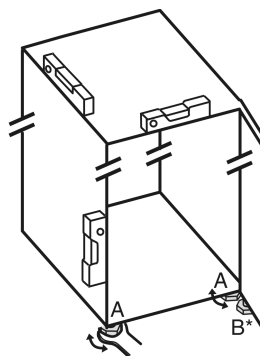

Fig. 4
- ▶ Extrageți prin rotire picioarele reglabile Fig. 4 (A) cu cheia fixă atașată și cu ajutorul unei nivele cu apă, până când aparatul este fix și aliniat plan.
- ▶ Extrageți prin rotire piciorul reglabil Fig. 4 (B) de la suportul de lagăr cu cheia fixă atașată, până când acesta atinge solul.
- ▶ Continuați să rotiți piciorul reglabil *Fig. 4 (B)* cu 90°.